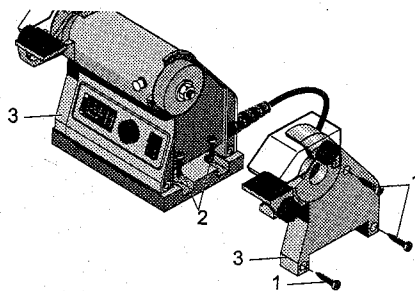

Fig. 2
1. Befestigungsschrauben 1 (Fig. 2) der beiden seitlichen Abdeckungen (3) herausdrehen.
2. Gerätefuß mit 4 Befestigungsschrauben (2) auf einer stabilen Unterlage auf beiden Seiten befestigen.